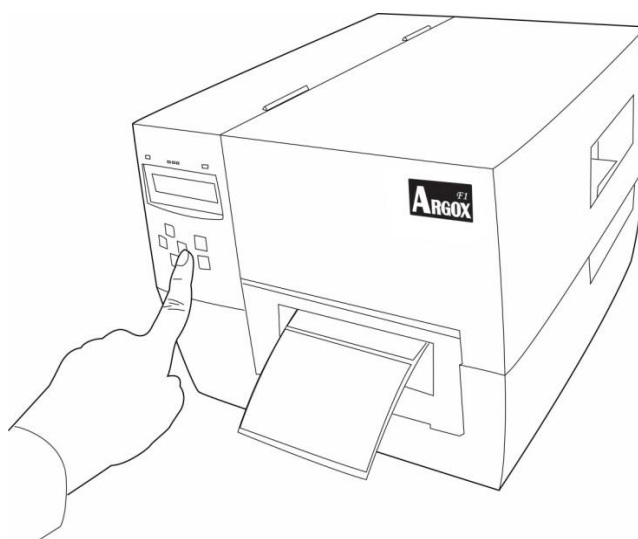

Figura 14
77. Feche a tampa superior e pressione o botão FEED (ALIMENTAÇÃO) se a impressora já estiver ligada (Figura 14).